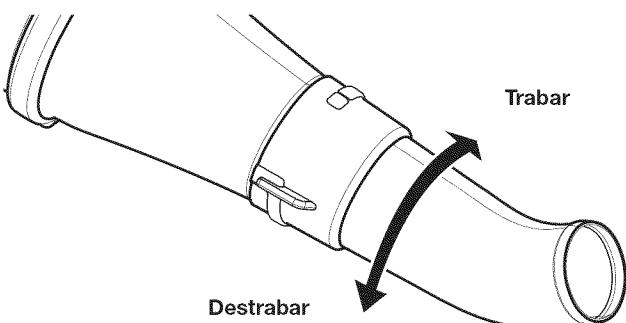

Fig. 2
2. Gire la boquilla hacia la derecha hasta que calce con un chasquido sonoro (Fig. 2).
1. Gire la boquilla hacia la izquierda hasta que se separe del tubo de la sopladora (Fig. 2).
2. Extraiga la boquilla del tubo de la sopladora (Fig. 2).